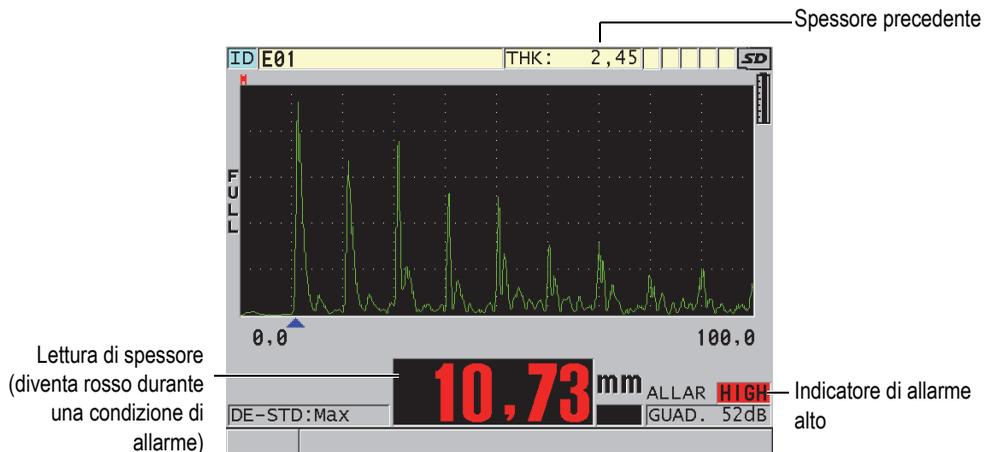

Figura 8-4 Esempio di un indicatore di allarme ALTO
- L'indicatore di allarme **ALTO** o **BASSO** lampeggia su un fondo rosso nell'angolo in basso a destra della schermata di misura (vedere Figura 8-4 a pagina 136).